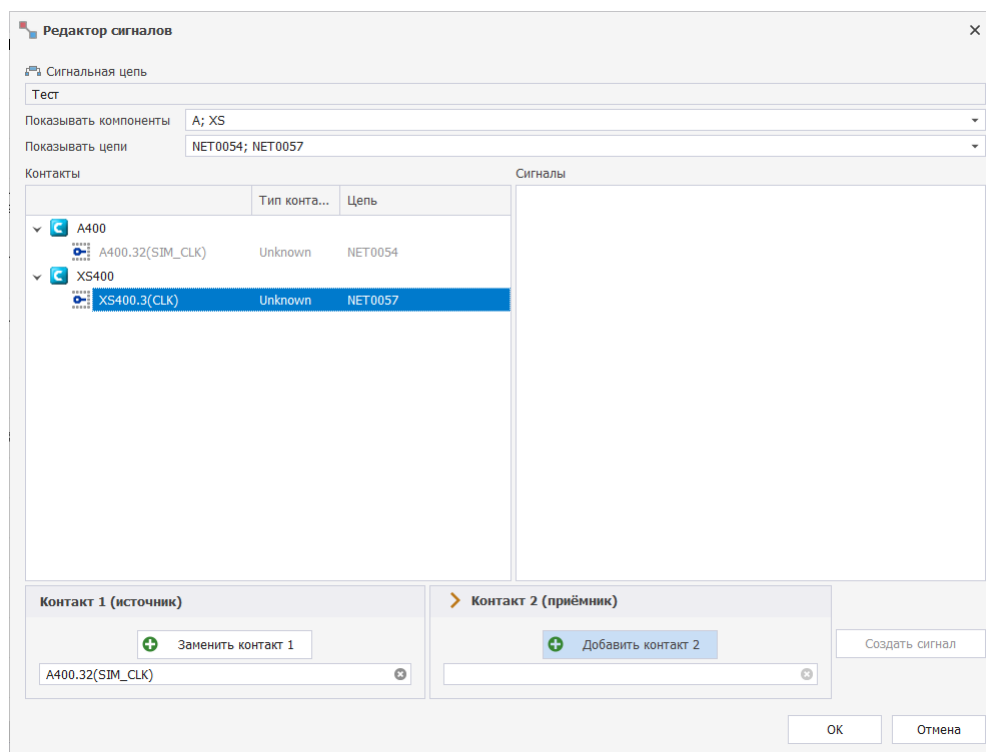

Рис. 140 Определение источника и приемника сигнала для контактов, входящих в отобранные цепи
5. В окне «Редактор сигналов» для контактов, входящих в отобранные цепи, определите источник и приемник сигнала, см. Рис. 140.